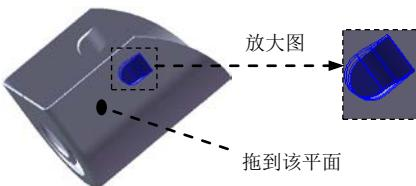

图 4.29 成形特征 1
Step11. 创建图 4.29 所示的成形特征 1。
(1) 单击任务窗格中的“设计库”按钮 ，打开设计库对话框。
(2) 单击设计库对话框中的 ch04 节点，在设计库下部的列表框中选择“lighter_shaped_tool_01”文件并拖动到图 4.29 所示的平面，在系统弹出的“成形工具特征”对话框中单击 **√** 按钮。